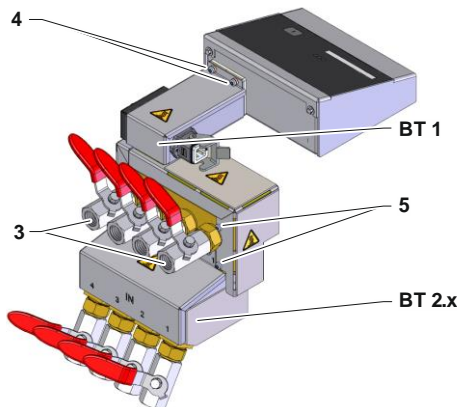

Abb. 8: Flow-5 mit Kugelhahn
- Isolation und Abdeckblech anbringen, Schrauben (Kennzeichnung 5 → Abb. 8) montieren.
- Isolation und Abdeckblech anbringen, Schrauben (Kennzeichnung 4 → Abb. 8) montieren.
- Falls vorhanden, Absperrhahn OUT 1 und OUT 4 (Kennzeichnung 3 → Abb. 8) montieren.